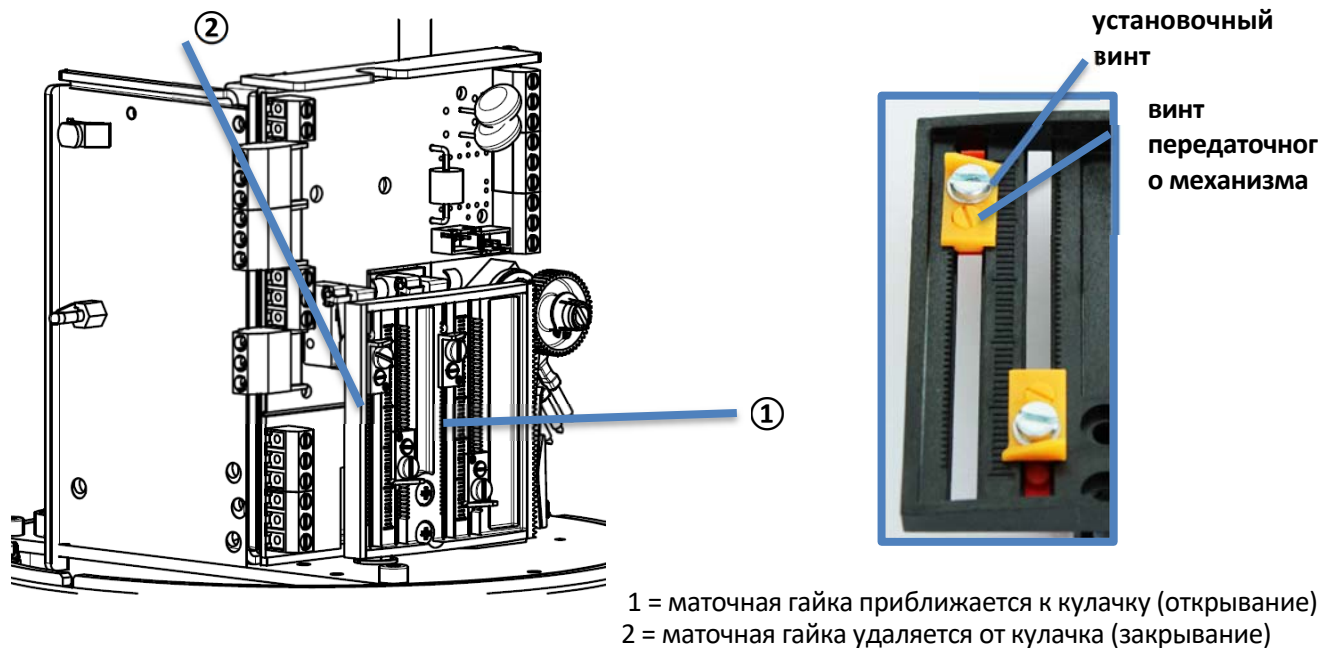

Рисунок 8. Регулировка контактного кулачка
- Ослабьте установочный винт на соответствующем контактном кулачке (Рисунок 8), переместите контактный кулачок с помощью винта передаточного механизма в направлении концевой выключателя до щелчка, затем снова затяните установочный винт.
- Ослабьте установочный винт ① на соответствующем контактном кулачке (Рисунок 8), переместите контактный кулачок с помощью винта передаточного механизма ② в направлении концевого выключателя до щелчка, затем снова затяните установочный винт.
- Ослабьте установочный винт на соответствующем контактном кулачке (Рисунок 8), переместите контактный кулачок в направлении концевого выключателя до щелчка, затем снова затяните установочный винт.